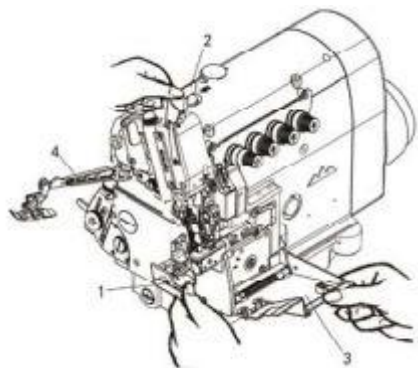

图 9
1. 请打开分层和放下股位检测 (图 3), 打开翻盖 1、护眼罩 2、前罩 3、抬压脚臂 4。穿过线以后, 请恢复到原来的位置。(图 9)